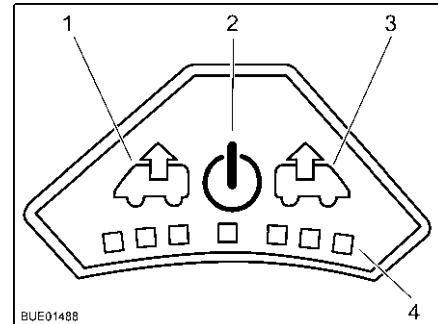

Bild 63 Bedienfeld des Ventilators
Einschalten: ■ Taste Ein/Aus (Bild 63,2) drücken. Der Ventilator läuft im Komfortmodus (Entlüften mit niedrigster Ventilatorzahl).
Entlüften: ■ Um die Ventilatorzahl zu erhöhen: Taste Entlüften (Bild 63,1) drücken. Die Ventilatorzahl in Entlüftungsrichtung nimmt um eine Stufe zu. LEDs (Bild 63,4) zeigen die Schaltstufen an.
■ Um die Ventilatorzahl zu verringern: Taste Belüften (Bild 63,3) drücken. Die Ventilatorzahl nimmt um eine Stufe ab.
- Um die Ventilatorzahl zu erhöhen: Taste Belüften (Bild 63,3) drücken. Die Ventilatorzahl in Belüftungsrichtung nimmt um eine Stufe zu. LEDs (Bild 63,4) zeigen die Schaltstufen an.
- Um die Ventilatorzahl zu verringern: Taste Entlüften (Bild 63,1) drücken. Die Ventilatorzahl nimmt um eine Stufe ab.
- Taste Ein/Aus (Bild 63,2) drücken. Der Ventilator stoppt, die LEDs erlöschen.